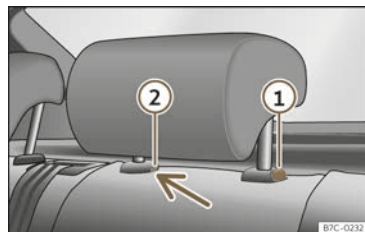

Abb. 98 Kopfstütze hinten ausbauen.
- Drücken Sie die Taste >>> (Abb. 98) ① sowie gleichzeitig mit einem Schlitzschraubendreher (Breite max. 5 mm) in die Öffnung der Verriegelung ② und ziehen Sie die Kopfstütze heraus.